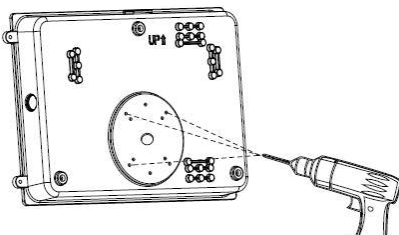

Figure 3
5. Percer les trous d'installation de montage nécessaires pour l'installation à l'arrière de l'appareil. (Figure 3)